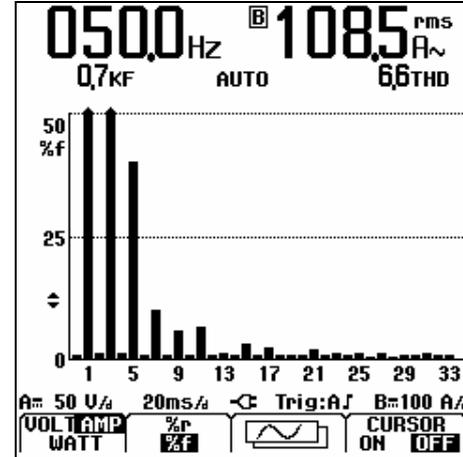

Рис. 3-2 Экран измерения гармоник
② **MENU** Откройте меню рабочих режимов.
③  Выделите пункт HARMONICS (Гармоники)
④ **F4** Подтвердите выбор. Экран принимает вид, показанный на рис. 3-2
На рис. 3-2 показаны вершины увеличенных гистограмм. Знак стрелки указывает, что масштаб гистограммы увеличен. При изменении масштаба соответствующим образом изменяется шкала, показываемая на левой стороне экрана.